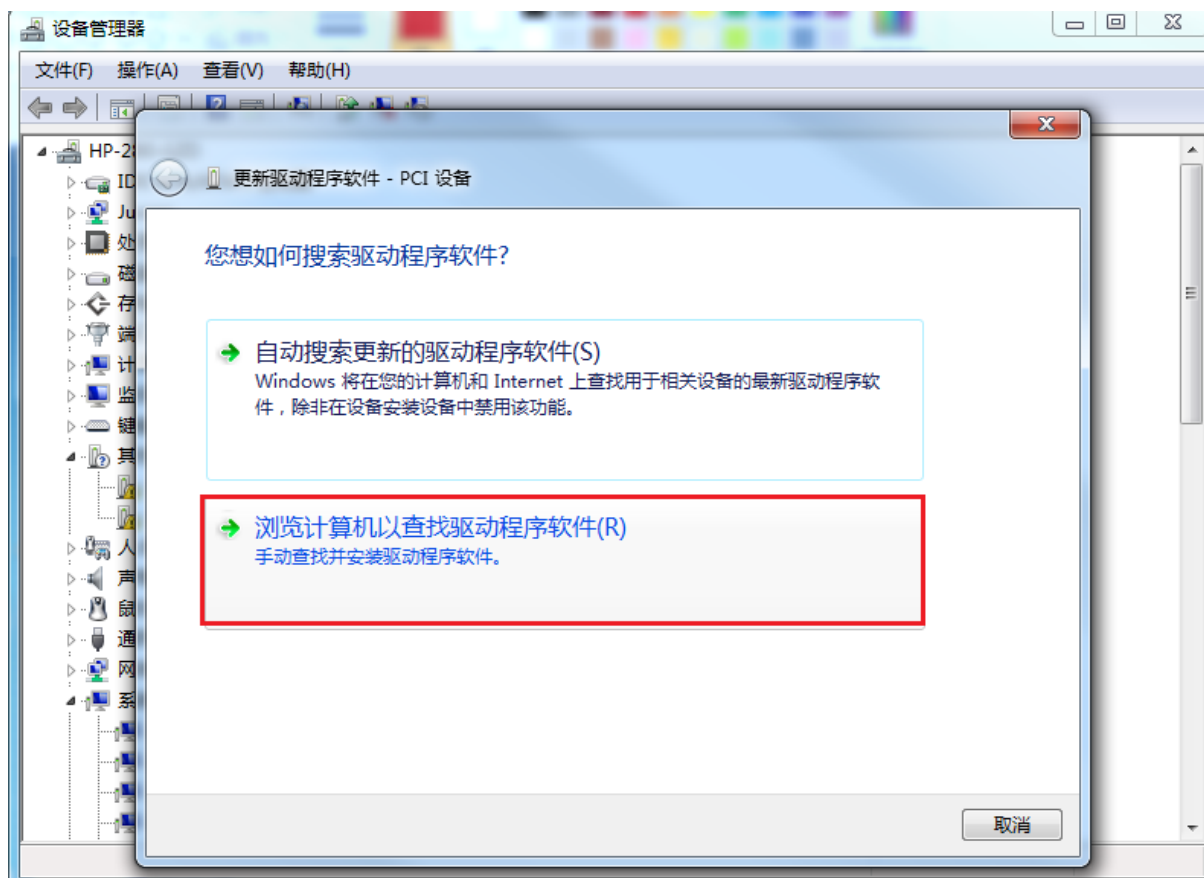

图 2-3 控制器驱动程序安装界面 3
- (5) 选择“浏览计算机以查找驱动程序软件(R)”。界面如下图 2-3 所示。